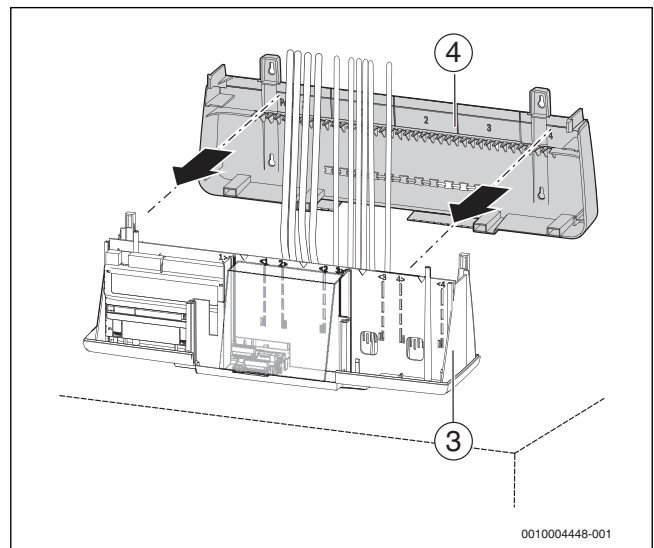

Рис. 34 Крепление задней стенки на нижней части корпуса
- ▶ Закрепите заднюю стенку (→ рис. 34, [4], стр. 30) на нижней части корпуса [3].